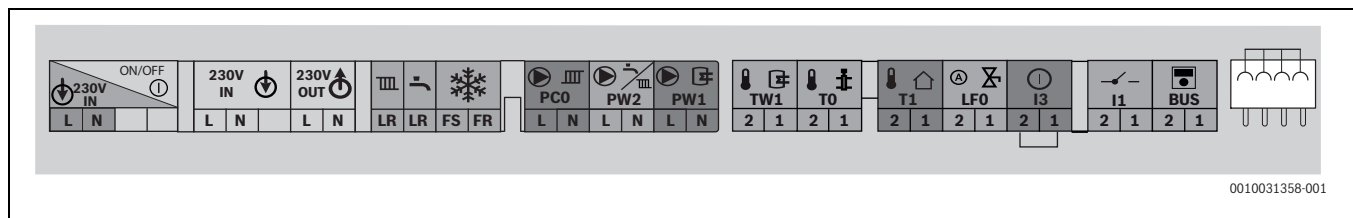

Bild 45 Klemmleiste für externes Zubehör
- ▶ Kabel an der Klemmleiste für externes Zubehör (→ Bild 45) anschließen.